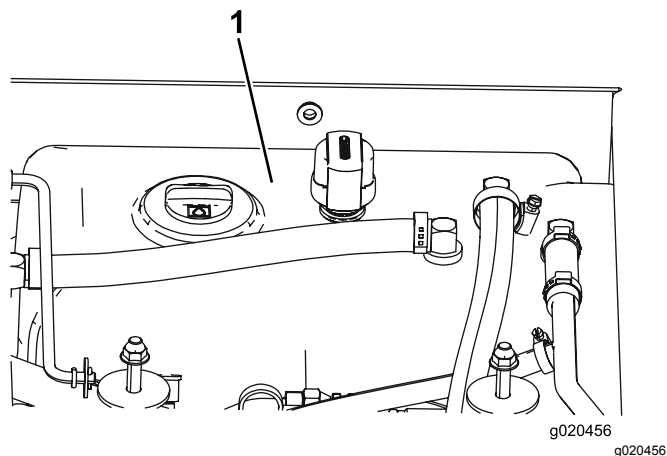

Figura 78
- Encha o reservatório (Figura 78) com fluido hidráulico; consulte Verificar o fluido hidráulico \(página 64\).